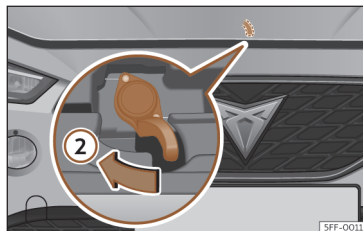

Fig. 207 Alavanca sob o capô.
- Para levantar o capô, pressione para a esquerda com a palma da mão para baixo a alavanca situada sob o capô, no centro >>> **Fig. 207 ②**. Os ganchos de fixação ficam desbloqueados.